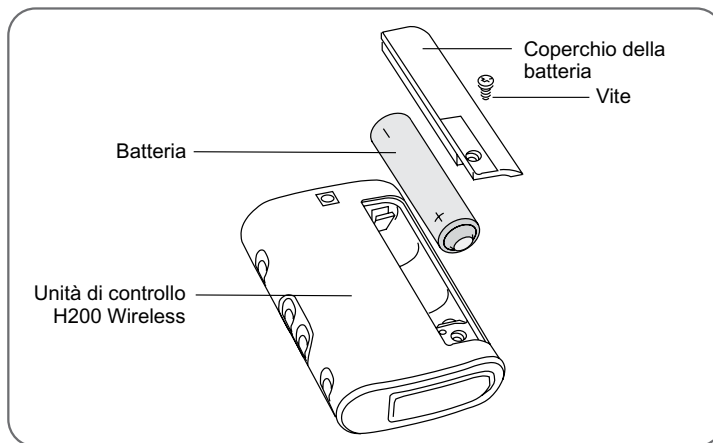

Figura 11-1 - Sostituzione della batteria dell'unità di controllo
1. Con un cacciavite a stella, rimuovere la vite dal coperchio della batteria sul retro dell'unità di controllo (Figura 11-1).